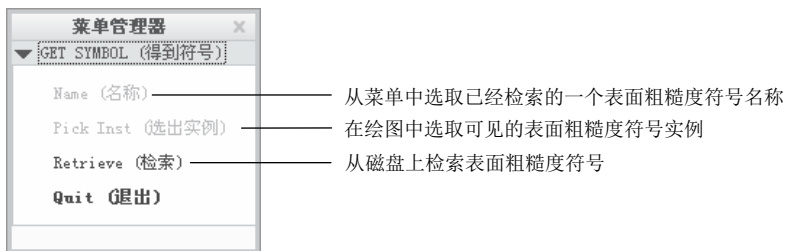

图 10.9.2 “GET SYMBOL (得到符号)”菜单
(1) 从系统弹出的图 10.9.2 所示的 **GET SYMBOL (得到符号)** 菜单中，选择 **Retrieve (检索)** 命令。